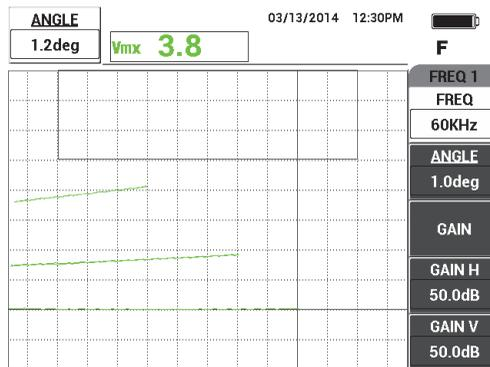

Figure 5-81 Réglage du signal bas en position horizontale
9. Appuyez sur la touche ANGLE (  ), et puis réglez le signal bas (conductivité à 45 %) pour qu'il soit en position horizontale (voir la Figure 5-81 à la page 199).